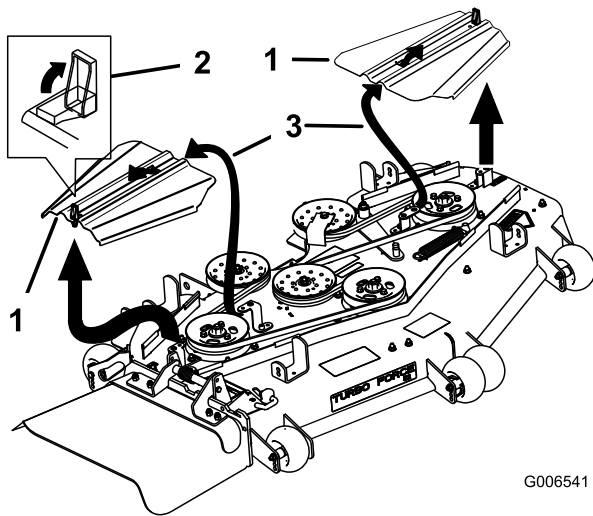

Figure 62
3. Retirez les couvercles de courroie (Figure 62).